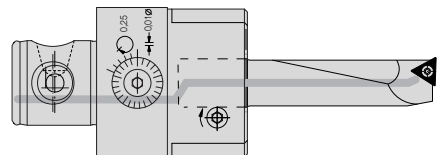

fig. 2
- Lubrification par le centre jusqu'à l'arête de coupe, pression maximale 20 bar (fig. 2)